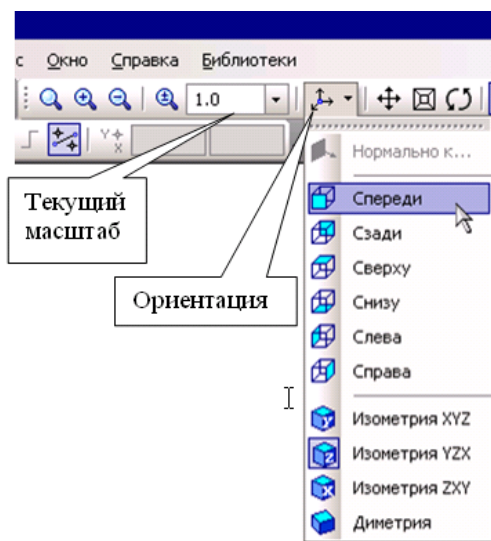
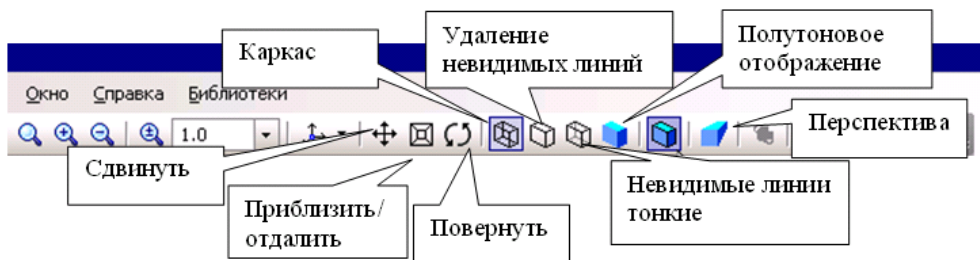

Рис. 3.1.3
Рис. 3.1.13
На панелі **Вид** розташовані кнопки вибору типу відображення – **Масштаб**, **Текущая ориентация**, а також **Ориентация** (рис. 3.1.3). В полі **Текущая ориентация**
9. Виберіть орієнтацію **Изометрия** (рис. 3.1.3). Для обертання деталі натисніть кнопку **Вращать деталь** на Панелі управління (рис. 3.1.13). Натисніть ліву кнопку миші у вікні деталі і, не відпускаючи її, переміщайте курсор. Деталь повертатиметься навкруги центральної точки габаритного паралелограма, напрям обертання залежить від напрямку переміщення курсора. Якщо необхідно перемістити деталь на екрані, можна скористатися кнопкою **Сдвинуть**. Натисніть ліву кнопку миші і, не відпускаючи її, перемістіть курсор по екрану. Для плавної зміни масштабу відображення зручно користуватися кнопкою **Приблизить/отдалить**. Помістіть курсор на зображення, натисніть ліву кнопку миші і, не відпускаючи її, перемістіть плавно курсор по екрану вгору – масштаб відображення збільшуватиметься; якщо вниз – зменшуватися.
11. Змініть тип відображення деталі, для цього використовуйте кнопки: **Каркас**, **Удаление невидимых линий**, **Невидимые линии тонкие**, **Полутоновое отображение**, **Перспектива**, рис. 3.1.13.